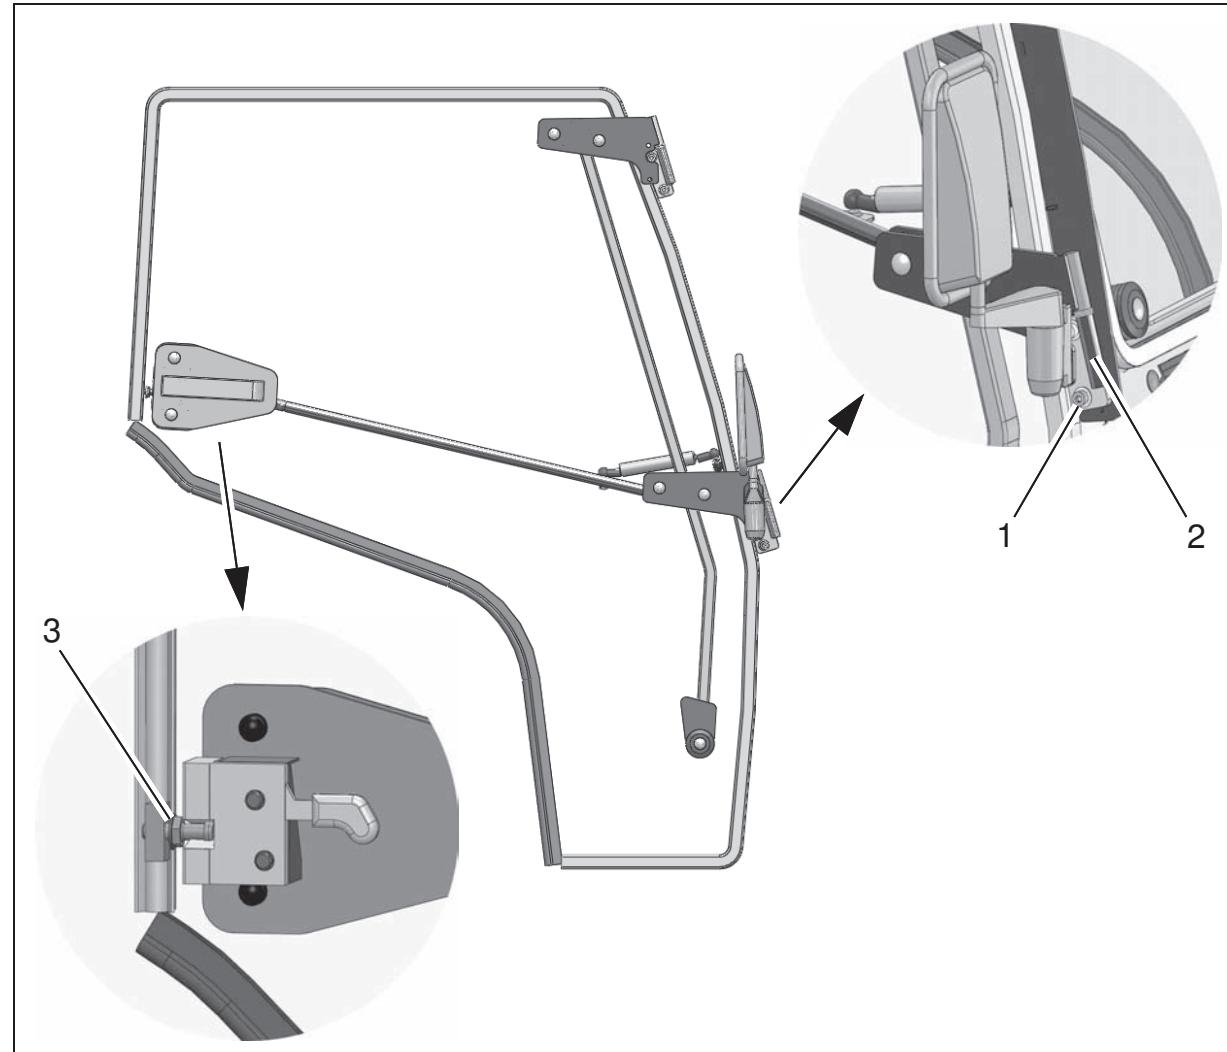

Abb.9
1. Türaufnahmen (Abb. 9/1) oben am Dachträger und unten seitlich an die Rahmen anbauen. Noch nicht fest-schrauben!
2. Türen (Abb. 9/2) links und rechts in die Türaufnahmen einhängen.
3. Schließteil (Abb. 9/3) anbauen, Tür schließen, ausrichten und fest-schrauben.